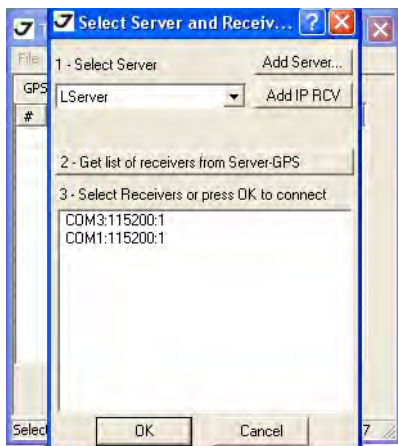

Рисунок 16. Подключение
2. Запустите на ПК TriVU. Выберите порт, к которому подключен приемник (Рис. 16):